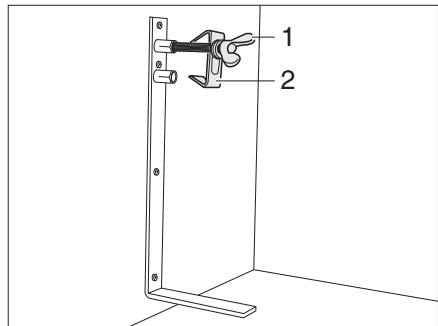

Fig. 162 Supporto per la ruota di scorta
- Svitare la vite (Fig. 162,1) e rimuoverla con la centratura (Fig. 162,2).